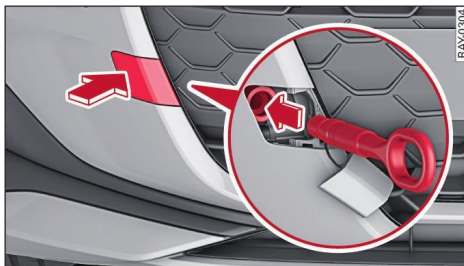

Fig. 183 Parachoques delantero: Enroscar la argolla de remolque
- ▶ Oprima la tapa ejerciendo una presión fuerte y breve hacia adentro ⇒ *fig. 183*. La tapa se suelta del parachoques.